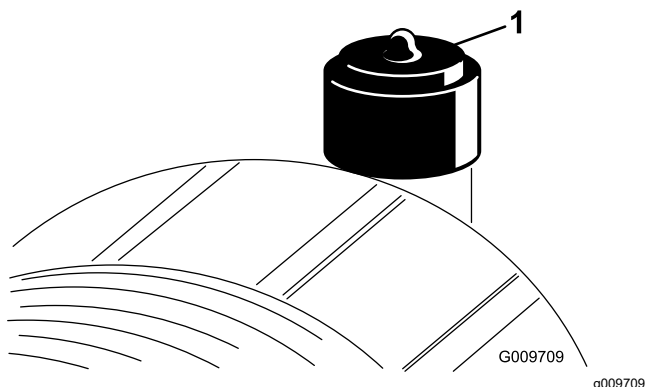

Figura 39
Faça a manutenção ao filtro de ar apenas quando o indicador de serviço (Figura 39) o exigir. Mudar o filtro de ar antes de ser necessário apenas aumenta a possibilidade de entrar sujeira no motor quando retira o filtro.
2. Reinicie o indicador (Figura 39) se este se apresentar vermelho.